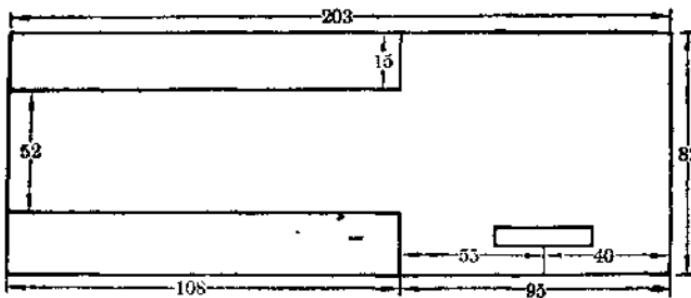

图 2
1. 车身底板：用82×203[毫米]2木板一块，按照图2所示，把15×108[毫米]2两部分从底板上锯下。并如图所示开齿轮孔，孔大小可按大齿轮尺寸来定，然后用砂皮将四边砂光。